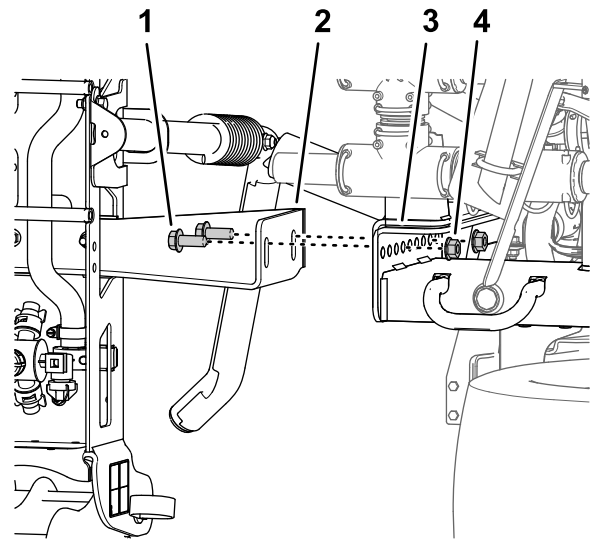

Bild 45
4. Entfernen Sie die vier Bundkopfschrauben (1/2" x 1-1/4") und vier Sicherungsbundmutter (1/2"), mit denen die Stützhalterungen des mittleren Sprühabschnitts an der Befestigungsplatte am Rahmen der Maschine befestigt sind, und nehmen Sie den mittleren Sprühabschnitt von der Maschine ab (Bild 45).